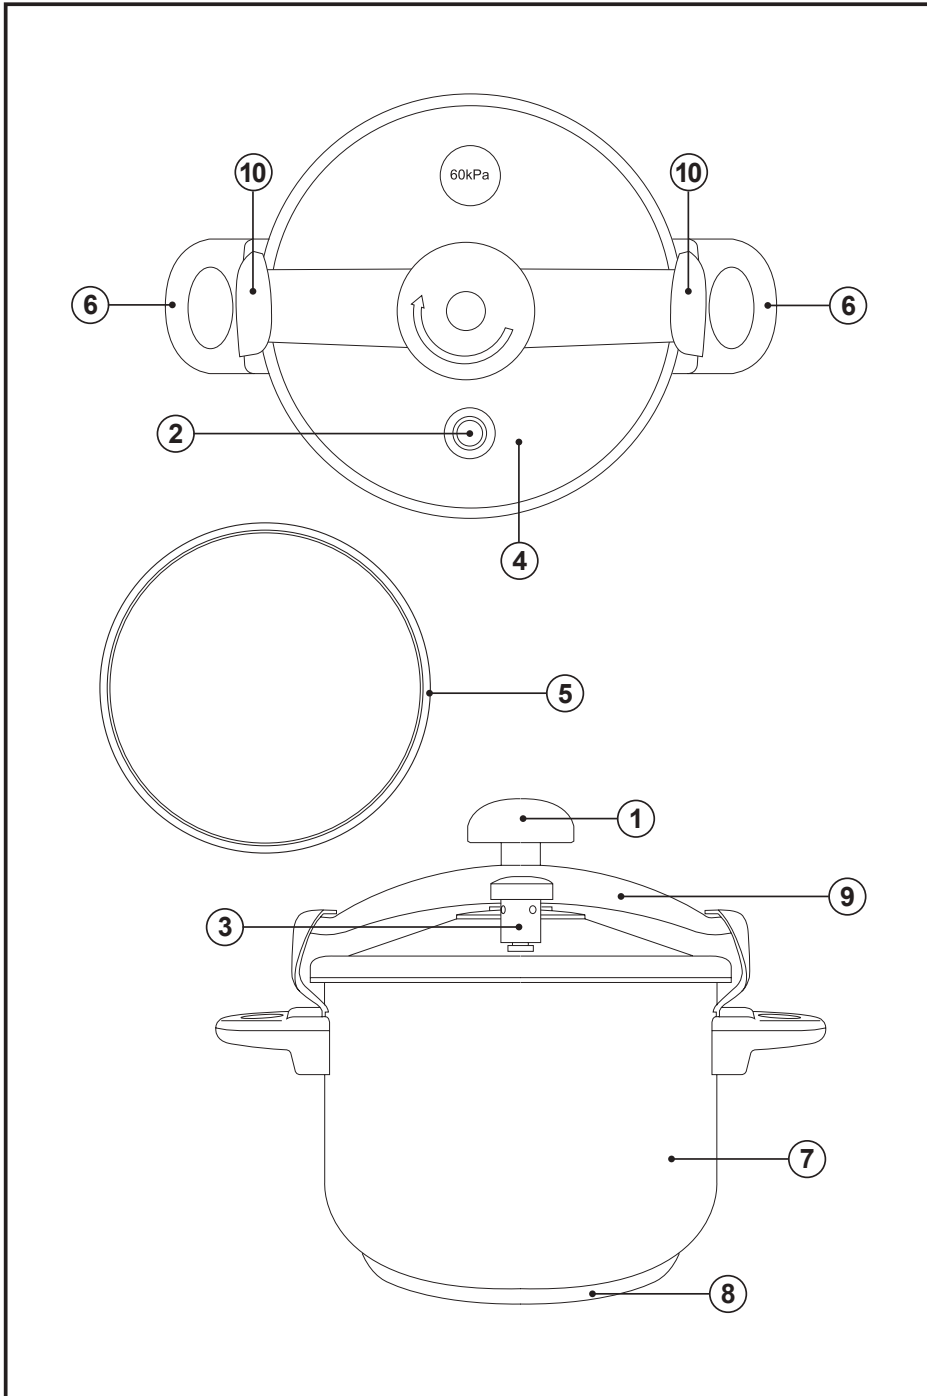

Fig.1
- Situar el aparato sobre una fuente de calor plana, estable, y de diámetro adecuado al fondo difusor del aparato. En caso de fuentes de calor de gas asegurarse que la llama no sobresalga del fondo difusor (Fig1).